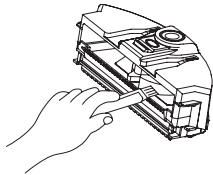

Рис. 1
1. Вытряхните пыль, почистите щеткой внутреннее пространство пылесборника (см. рис. 1).